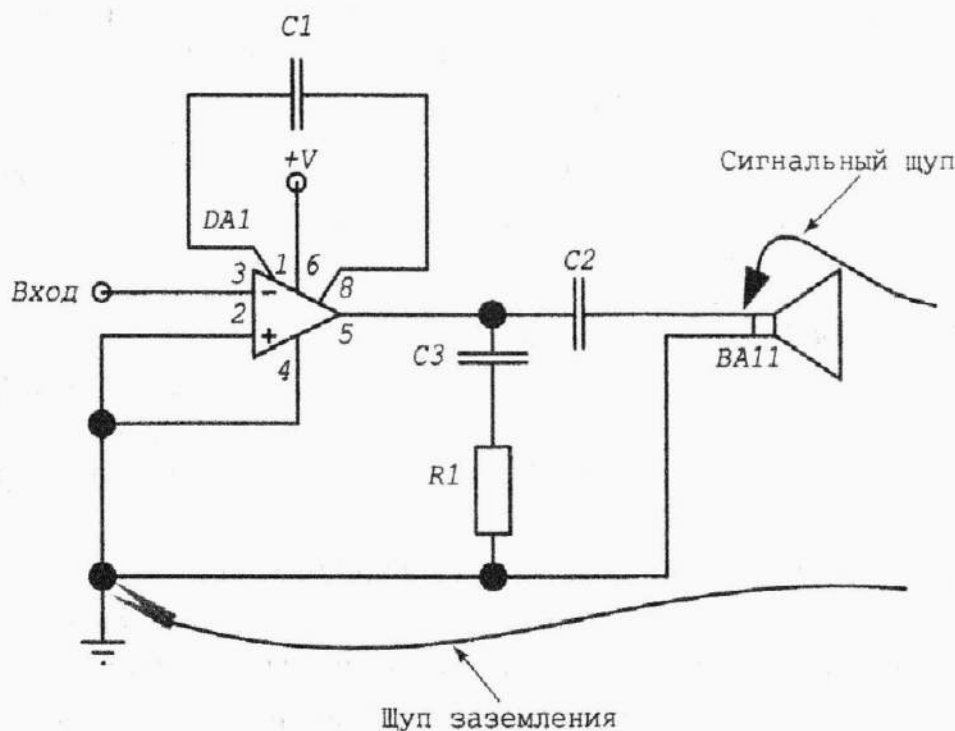

Рис. 10.8. Для измерения нужно прикоснуться щупом к той точке схемы, где проходит измеряемый сигнал
7. Поставьте второй щуп осциллографа в точку, где измеряется сигнал (см. рис. 10.8).